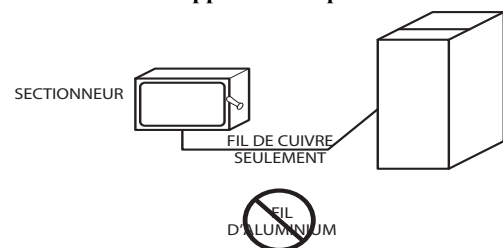

Fig. 33 – Coffret électrique externe fourni sur place sur le caisson de la chaudière
1. Percez deux (2) trous de 3 mm (1/8 po) dans les dépressions du caisson de la chaudière près de la découpe de 22 mm (7/8 po) sur le côté du caisson. Ne retirez pas la découpe du côté du caisson.
9. Raccordez les fils d'alimentation et neutres sur place aux fils d'alimentation électrique de la chaudière à l'intérieur du coffret électrique externe, comme illustré à la Fig. 33.